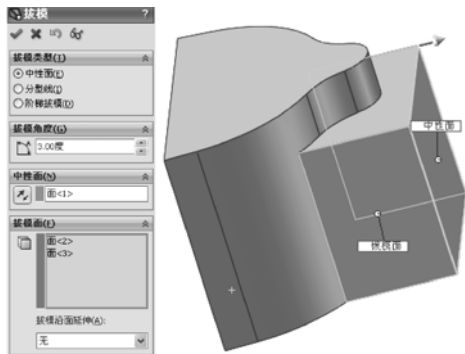
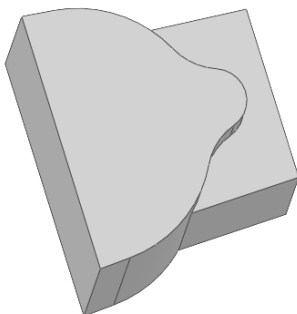

图 6-89 “拔模”属性管理器
图 6-90 拔模实体结果
(6) 拔模实体。选择菜单栏中的“插入”→“特征”→“拔模”命令, 或者单击“特征”工具栏中的 (拔模) 按钮, 此时系统弹出如图 6-89 所示的“拔模”属性管理器。在视图中选择上步创建拉伸体的外表面为中性面, 两侧面为拔模面, 如图 6-89 所示, 输入拔模角度“3”, 单击属性管理器中的 (确定) 按钮, 结果如图 6-90 所示。